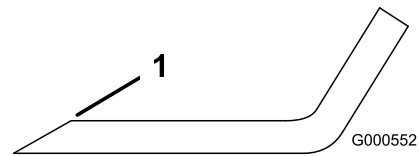

Figura 75
Nota: Si la cuchilla no está equilibrada, rebaje algo el metal en la parte de la vela solamente (Figura 75).
1. Utilice una lima para afilar el filo de corte en ambos extremos de la cuchilla (Figura 75).